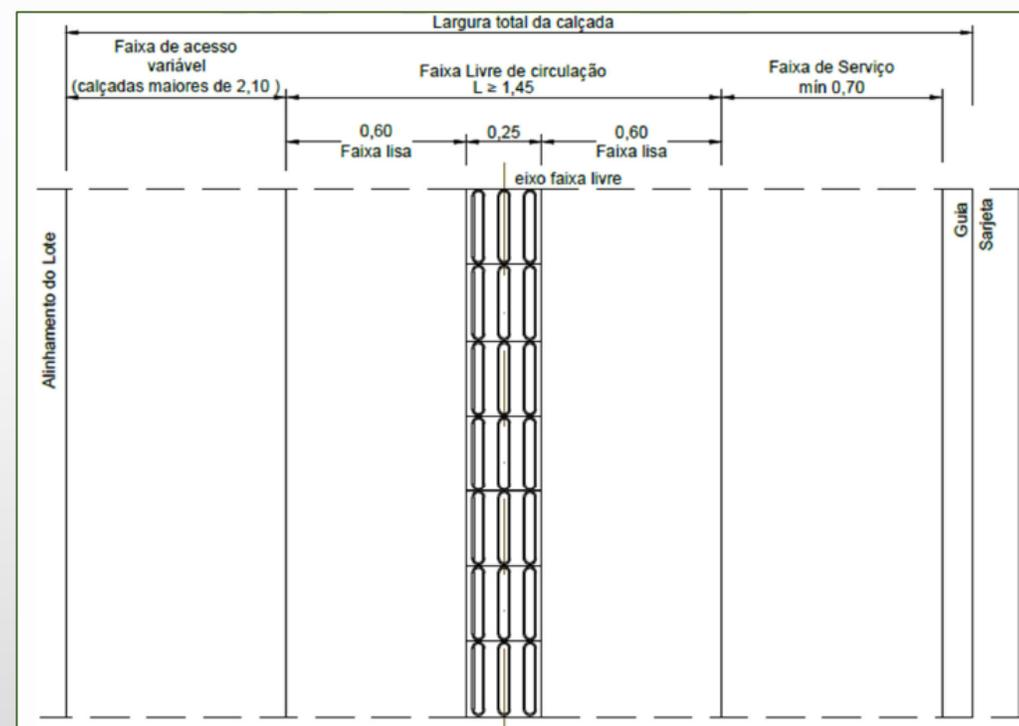

Figura 61 – Sinalização tátil no eixo da faixa livre de circulação com largura $\geq 1,45$ m
a) em calçadas com faixa livre com largura maior ou igual a 1,45 m, a sinalização tátil direcional longitudinal deve ser posicionada no eixo da faixa livre da calçada, e o piso adjacente à sinalização tátil direcional deve ser antiderrapante e sem relevos, de forma a garantir o contraste necessário, com pelo menos 0,60 m de largura de cada lado, conforme a Figura 61